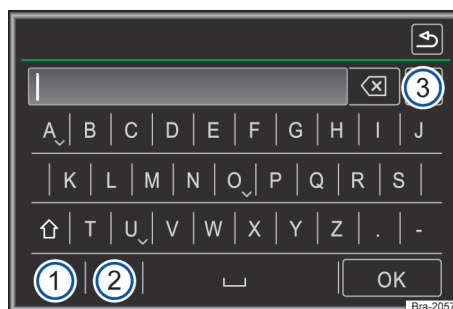

Fig. 119 Representación del principio: máscara de inserción con teclado de display.
En caso de que pueda seleccionarse menos de 99 inserciones, la cantidad de las inserciones restantes se exhibe atrás de la línea de inserción → fig. 119 ③. El toque en este botón de función muestra las inserciones restantes en una lista. Si hay menos de 5 entradas seleccionables, la lista se abre automáticamente.